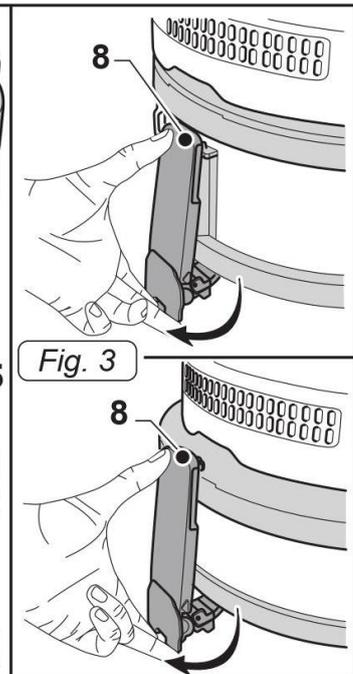

Fig. 3
- Åbn beholderclipsene (8, Fig. 3) og løft motortoppen (9, Fig. 4) komplet med motor og flyder (46, Fig. 4).
- Monter flyderen (46, Fig. 35) igen således at FRONT pilen peger mod fronten af maskinen (58, Fig. 35); monter ligeledes motortoppen (9, Fig. 35) og fastgør den med beholderclipsene (8, Fig. 3).
- Monter flyderen (46, Fig. 35) igen således at FRONT pilen peger mod maskinens front (58, Fig. 35); monter ligeledes motortoppen (9, Fig. 35) og fastgør den med beholderclipsene (8, Fig. 3).